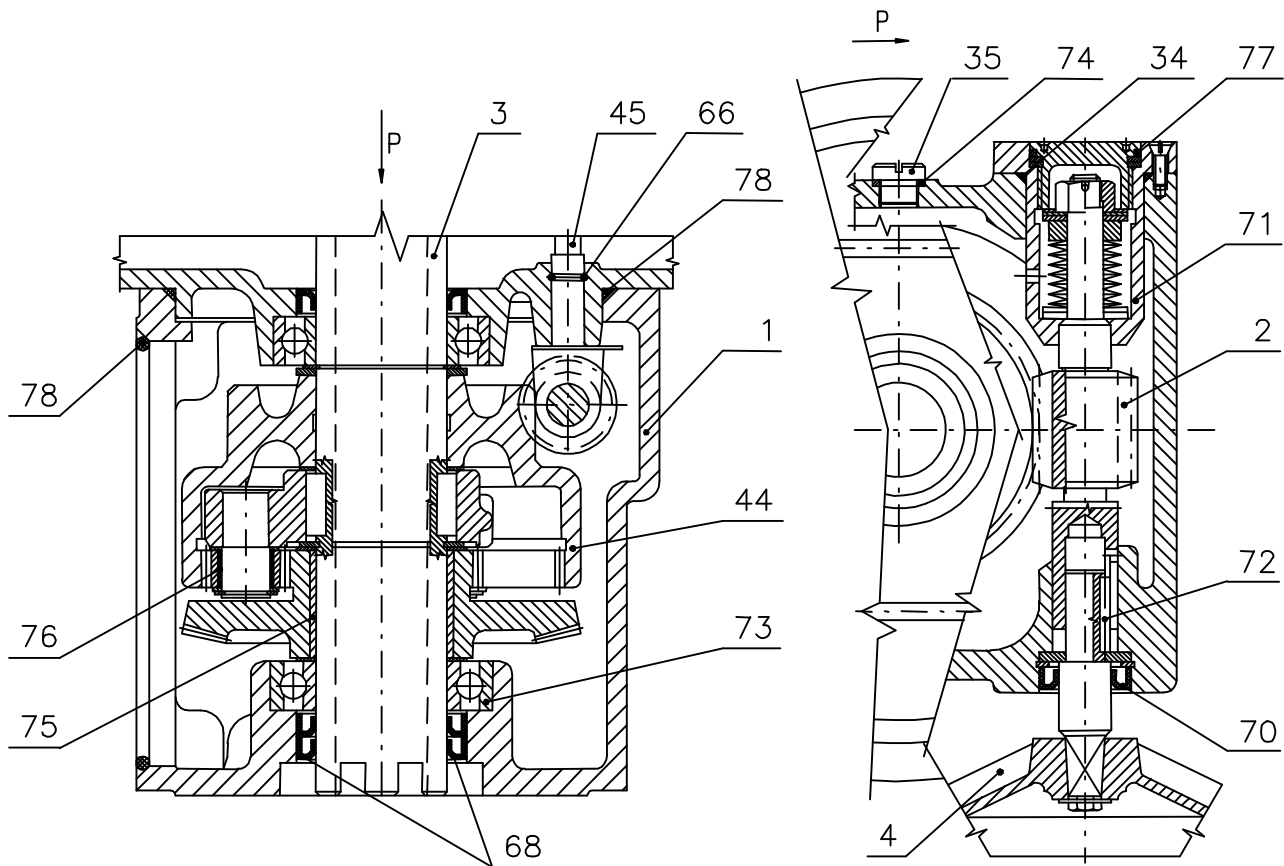
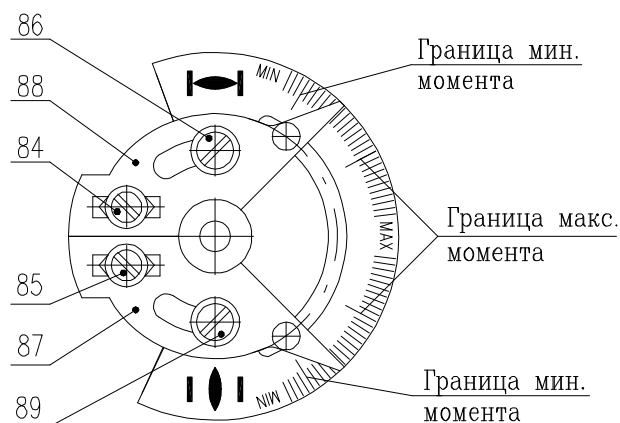

Рис. 2
Рис.4
Модуль М3 – силовая передача с ручным управлением (рис.2)
Моментное устройство (рис. 4 и 5) состоит из трех функциональных единиц:
- моментное колесо (рис. 4)
Моментное колесо (рис. 4) укреплено на моментном валике (45), выходящем от силовой передачи (рис. 2). Угол поворота моментного колеса пропорционален крутящему моменту на выходном вале (3) ЭП. Его величина устанавливается перестановкой сегментов (17) и передвижением упоров (18). Достигнутая величина крутящего момента переносится от моментного колеса на моментное устройство (9) при помощи моментного рычажка (42).